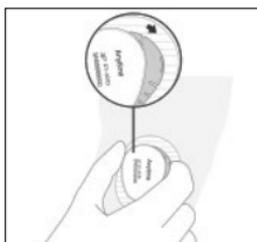

Рисунок 14.
- Приєднайте передавач до датчика (Рисунок 14). Спочатку підключіть слот передавача до сенсорного блоку.